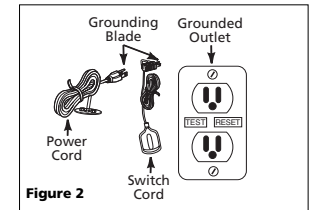

Figure 2
- Insert the pump power cord plug directly into the back of the float switch cord plug (See Fig. 2).
- Conecte el cordón de la bomba al tomacorrientes ubicado en la parte posterior del enchufe del cordón del flotante (Vea la Fig. 2).